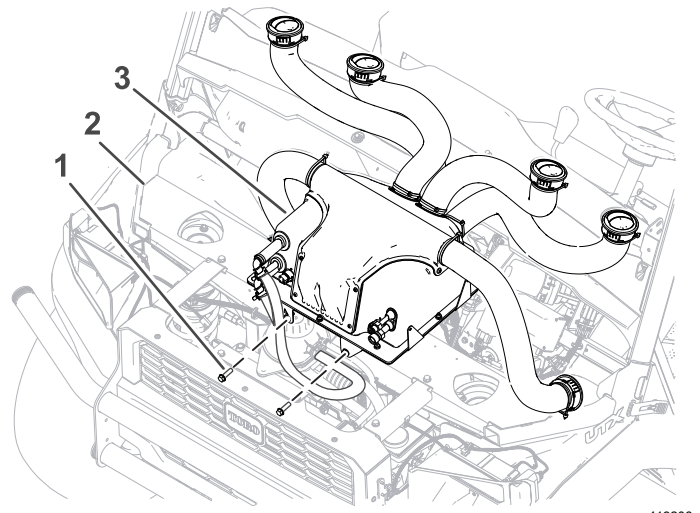

Bild 26
2. Befestigen Sie die Vorderseite des HLK-Schaltkastens mit zwei Sechskantschrauben (5/16" x ¾") am Maschinenrahmen. Ziehen Sie die Schrauben mit einem Drehmoment von 22,6 N·m an; siehe Bild 26.